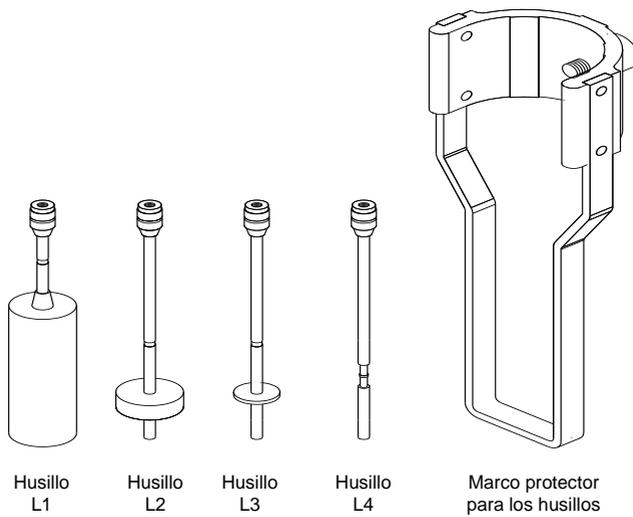

Figura 3
En la figura 3 se muestran los husillos L1 ... L4 y el marco de protección del husillo suministrado con la máquina.
**Nota** Cuando utilice el husillo L0 asegúrese que siempre haya líquido en el tubo de muestra. Por otro lado, cuando utilice el husillo L0 quite el marco protector para los husillos (véase figura 3) y coloque en su lugar el soporte de montaje para el husillo L0.